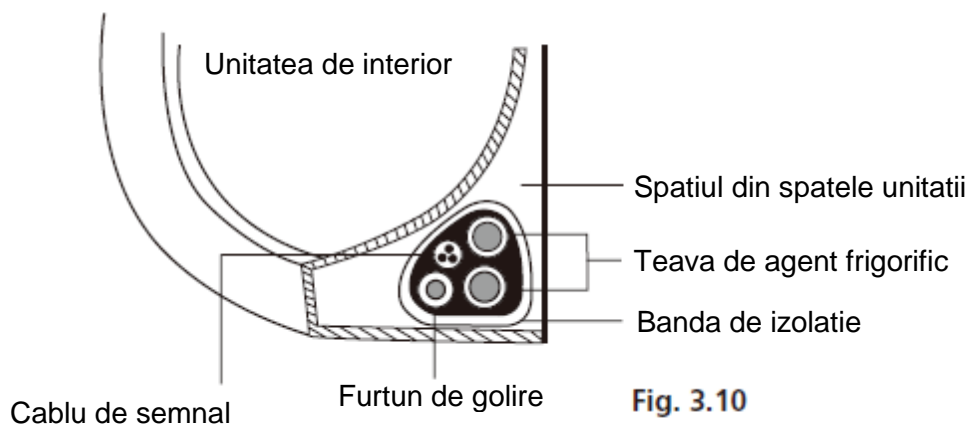

Fig. 3.10
1. Legati furtunul de golire, tevile de agent frigorific si cablurile de semnal conform **Fig. 3.10**.
3. Utilizand banda de izolatia, infasurati impreuna cablul de semnal, tevile de agent frigorific si furtunele de golire etans. Verificati ca toate articolele sunt legate in conformitate cu **Fig. 3.10**.